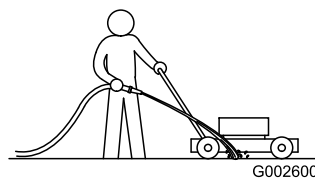

Figure 54
2. Mettez le moteur en marche et engagez la lame puis dirigez un jet d'eau devant la roue arrière **droite** (Figure 54).